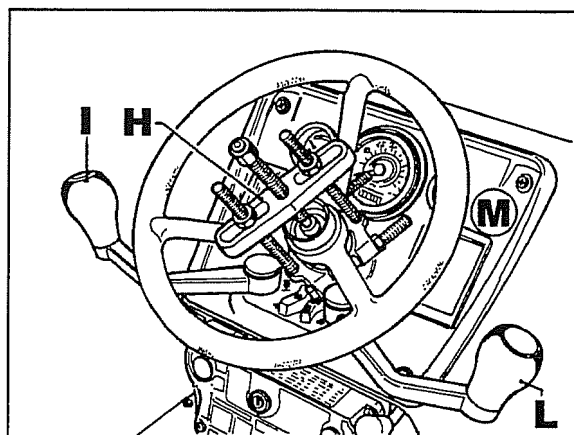

Fig. 57
- a. Con l'utilizzo di un estrattore **H** del tipo illustrato in fig.57, togliere il volante.
- b. Togliere la leva di comando riduttore **I** e comando cambio **L**, togliere il cruscotto **M** (fig.57).